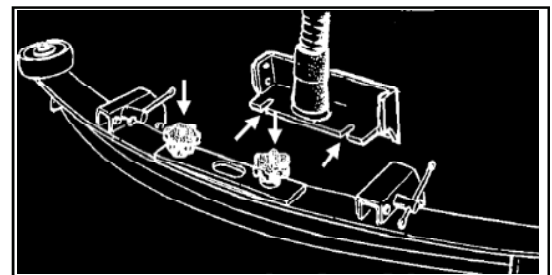

Abbildung 8
1. Die Wischgummieinheit verfügt über eine Abziehvorrichtung, die auch zur Befestigung des Wischgummis benutzt wird. Lösen Sie die Knöpfe auf dem Wischgummi (Abbildung 8). Schieben Sie den Stift in das Schlitzloch im Stützrahmen der Maschine.